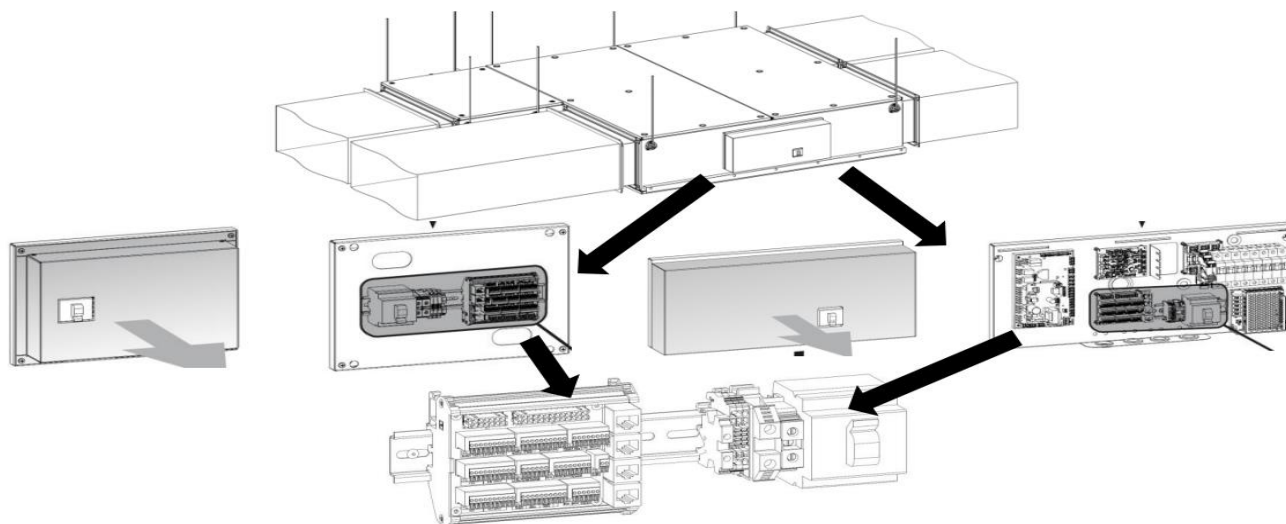

Рис. 3. VVSs расположение клеммной коробки.
Подвесная установка VVSs изготовлена только для установки внутри помещения. В зависимости от исполнения, расположение клеммной коробки может отличаться, как показано ниже (Рис. 3):
- Клеммная коробка содержит только главный выключатель, клеммы питания и управления. Главный контроллер АНУ установлен внутри корпуса устройства (Рис. 3, слева).
- Клеммная коробка включает в себя главный выключатель, клеммы питания и управления, главный контроллер, плату преобразователей давления, главные автоматические выключатели и источник питания цепей управления. Все интегрировано на одной общей плате (Рис. 3, справа).